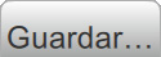

Figura 6-8. Editor de referencias personalizadas
4. Se abrirá la pantalla Editor de referencias personalizadas, como se muestra en la Figura 6-8.